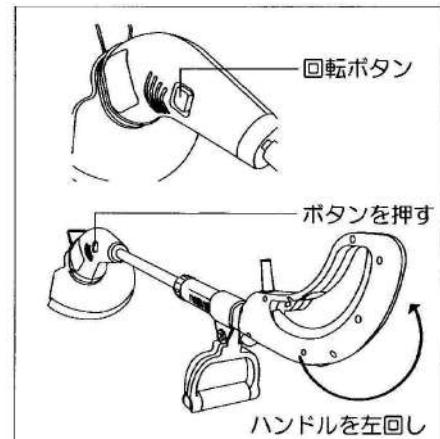

図7
- モーターハウジングは、回転ボタンを押すことで180度回転させることができます。(図7参照)